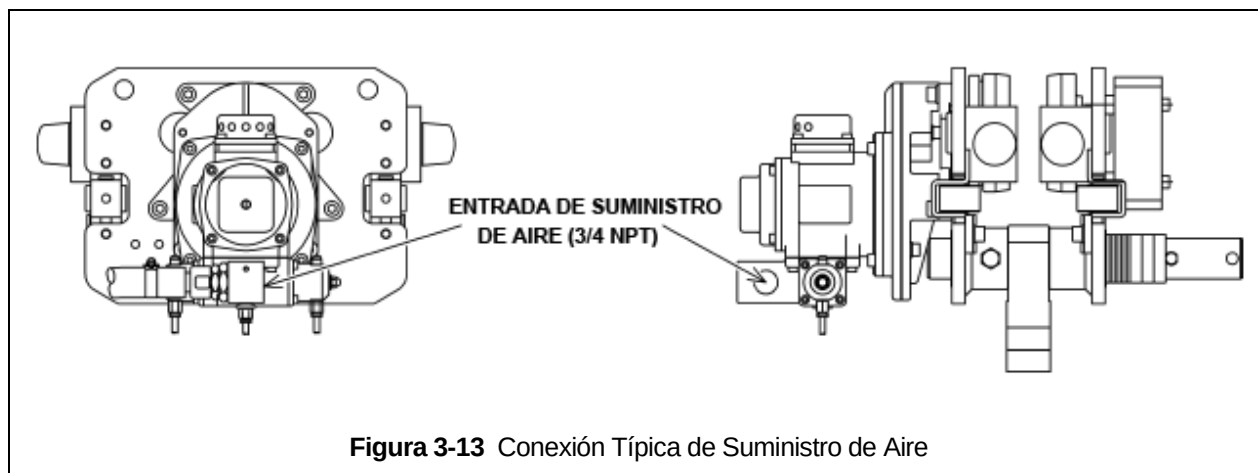

Figura 3-13 Conexión Típica de Suministro de Aire
- 3.11.5 Hacer conexiones al suministro de aire; referencia Figura 3-13.